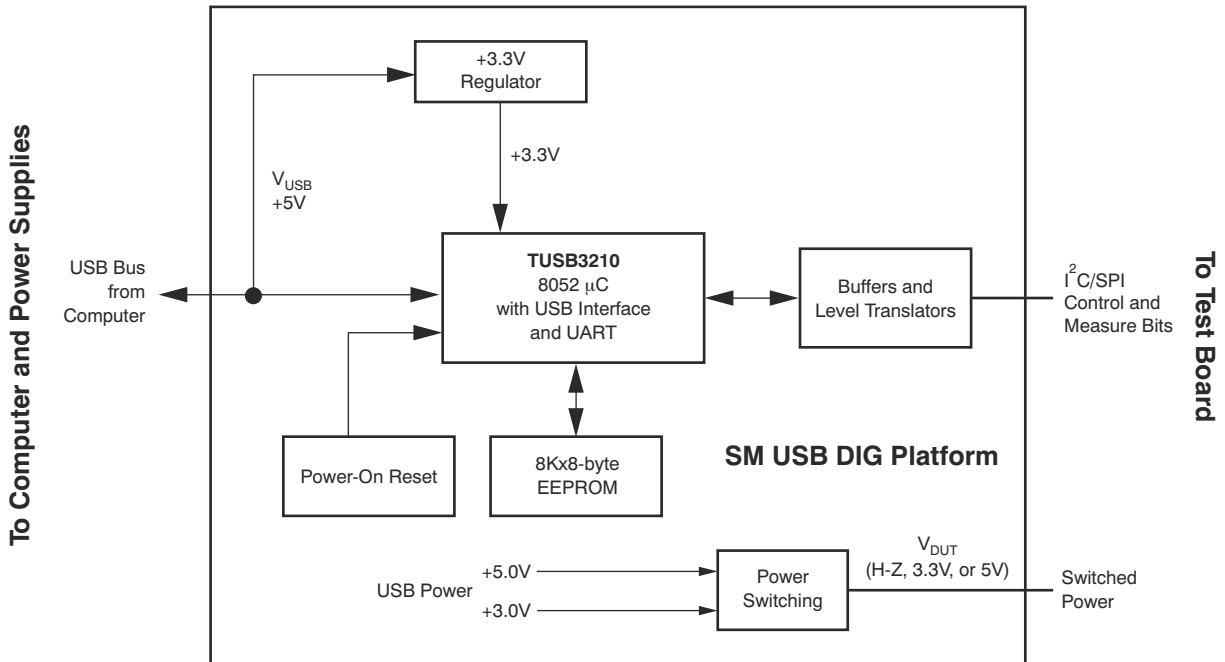

图 3-3. SM-USB-DIG 平台方框图
(1) 当 V_{DUT} 为高阻态时，所有数字 I/O 也为高阻态。
图 3-3 所示为 SM-USB-DIG 平台的方框图。此平台是一种通用数据采集系统，用于多种不同的德州仪器 (TI) 评估模块。运行详细信息在一个单独的文档 SBOU098 中 (可从 www.ti.com 下载) 提供。图 3-3 中显示的方框图简要概述了该平台。SM-USB-DIG 平台上的主要控制器件是 TUSB3210。TUSB3210 是一款具有板载 USB 接口的 8052 微控制器。微控制器接收来自主机的信息，并将其解释为电源、I²C、SPI 和其他数字 I/O 模式。在数字 I/O 事务期间，微控制器会读取连接到 I/O 接口的任何器件的响应。该器件的响应被发送回 PC，由主机对其进行解释。